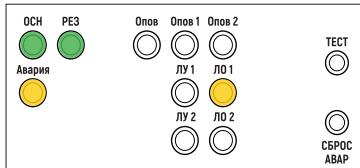

Рис. 77. Пример индикации на двухзональном БР при неисправности в линии оповещения в зоне 1
6. Подключитесь к программатору – откройте вкладку «Port Manager», выберите команду «Open» (рис. 77).